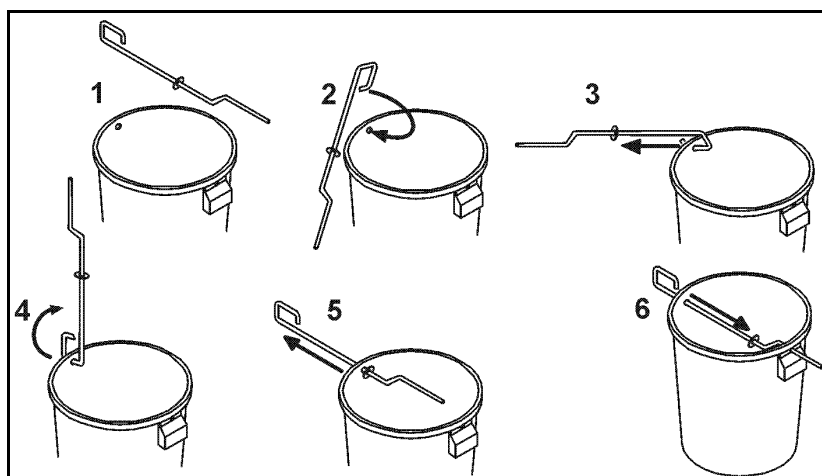

Fig. 55
**Fest bøylen på oppsamlingsbeholderen (Fig. 55/1-6):**